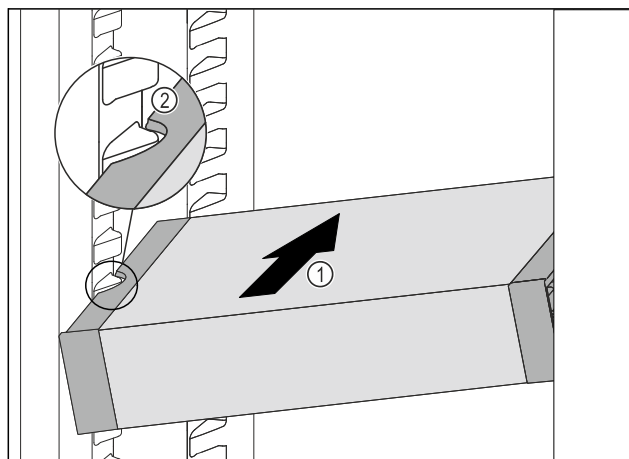

Fig. 63
- ▶ Zasuňte VarioSafe do chladničky pod úhlem tak Fig. 63 (1), aby vybrání na bocích Fig. 63 (2) VarioSafe byla na úrovni žebrování na nádoby v chladničce.